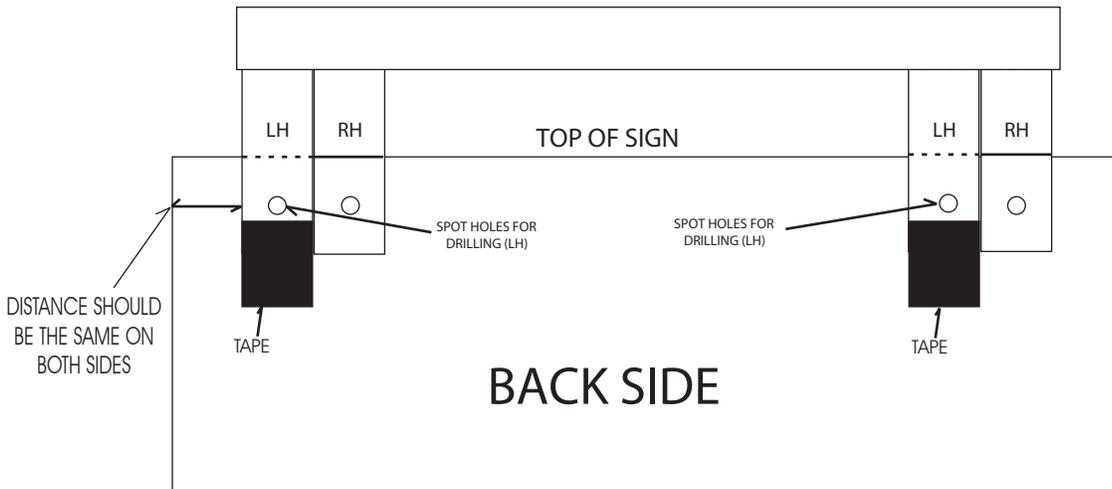

FIG. 3
2. CENTER THE HINGE SO THE MEASUREMENT IS THE SAME ON BOTH SIDES OF THE HINGE AS SHOWN IN FIG. 3 AND SECURE HINGE TO SIGN FACE ON LEFT HAND HINGE PIECES ONLY WITH MASKING TAPE (FIG 2). ON THE GRAPHIC SIDE OF BOTTOM SHEET, PLACE MASKING TAPE UNDER WHERE THE DRILL POINT WILL BREAK THROUGH FOR BOTH HOLES (FIG 2) AND MAKE SURE SIGN FACES ARE SUPPORTED WHEN DRILLING THROUGH. THE USE OF A DRILL PRESS IS HIGHLY RECOMMENDED
3. ON THE LEFT HINGE PIECES **ONLY** SPOT HOLE LOCATION - FIG 3.